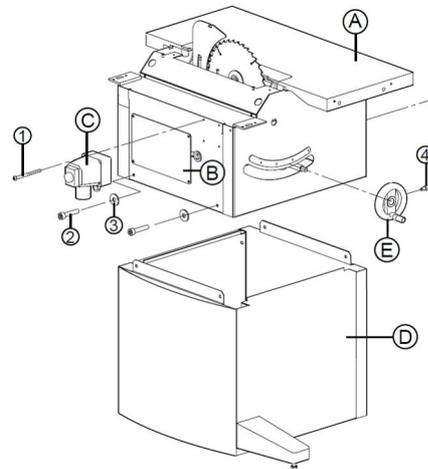

Abb. 6: Montieren des Maschinengehäuses
Schritt 1: Montieren Sie das obere Gehäuse auf den unteren Gehäuse laut der Zeichnung in Abbildung 6.